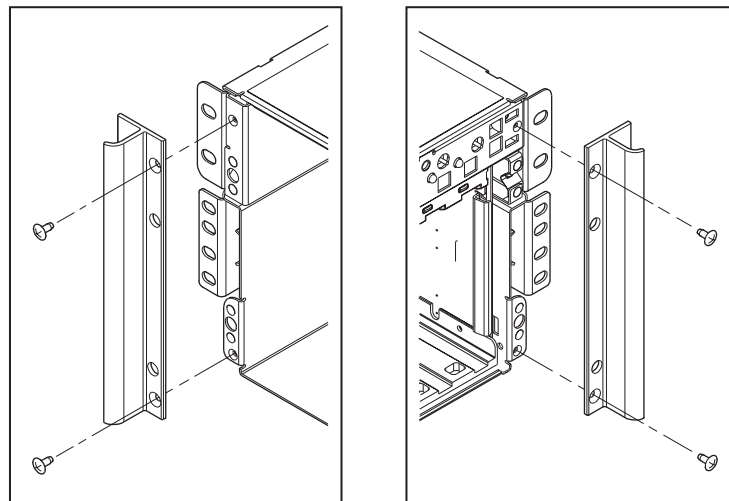

Figura 9 Maniglie allineate con il telaio
2. Come mostrato in Figura 9, allineare i fori superiori e inferiori delle maniglie con i fori superiori e inferiori del telaio.